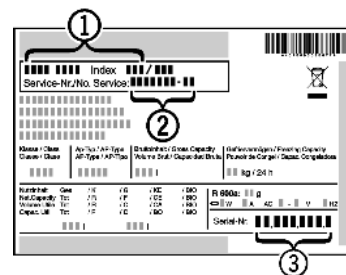

Fig. 46
- ▶ Odczytać z tabliczki znamionowej oznaczenie urządzenia Fig. 46 (1), nr serwisowy Fig. 46 (2) oraz numer seryjny Fig. 46 (3). Tabliczka znamionowa znajduje się po lewej stronie wewnątrz urządzenia.